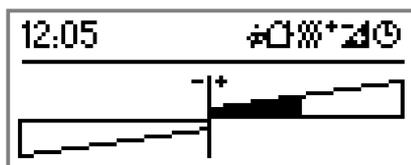

Bild 58: Beispiel einer 2-Bereichs-Anzeige mit Basis-Sollwertverschiebung als Bargraph
- i** In der Anzeigefunktion "Sollwertverschiebung als Bargraph" (Bild 58) können keine ergänzenden Texte konfiguriert werden.
Der Tastsensor lässt es zu, bei relativer Sollwertvorgabe die Solltemperatur des Raumtemperaturreglers innerhalb festgelegter Grenzen stufenweise zu verschieben. Diese Sollwertverschiebung kann entweder über die Displaytasten (siehe Seite 18-19) oder durch Reglernebenstellen in positive (+) wie auch in negative (-) Richtung ausgeführt werden. Ob eine Basis-Sollwertverschiebung stattgefunden hat (die Verschiebung also ungleich "0" ist), wird bei der 2-Bereichs-Anzeige in der Statuszeile durch das Symbol  signalisiert. Optional kann die Sollwertverschiebung auf dem Display in Form eines Bargraphen angezeigt werden (Bild 58). Dabei belegt der Bargraph die gesamte Menüfläche, so dass andere Anzeigefunktionen in diesem Anzeigebereich nicht mehr dargestellt werden können. Sofern die "Sollwertverschiebung" als Bargraph" konfiguriert ist, wird im Menü "Sollwertverschiebung" (Bedienung der Displaytasten) anstelle eines Temperaturwerts die Verschiebung in Form des Bargraphen angezeigt.